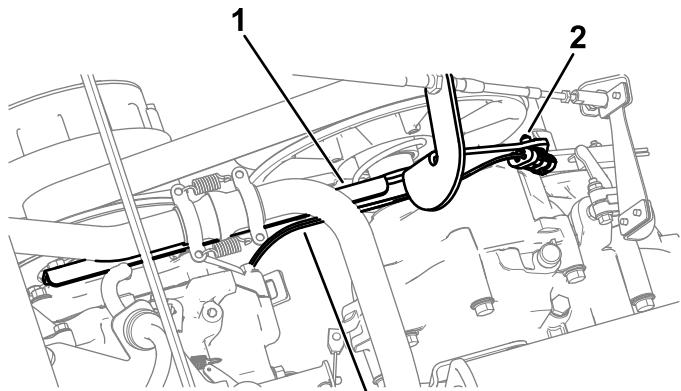

Figura 5
1. Disponete il kit cablaggio preassemblato in avanti, lungo la staffa del transaxle, e inserite il supporto a spinta del cablaggio nella staffa del transaxle (Figura 5).